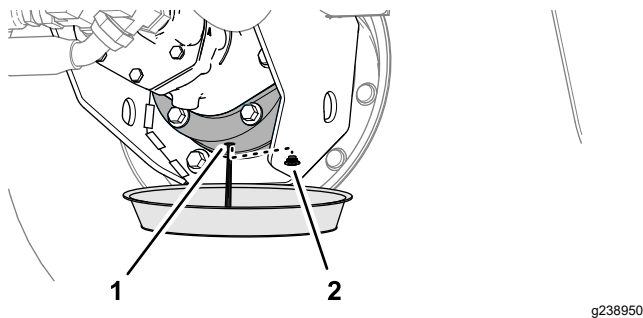

图 91
- 将放油盘放在制动器箱下面取出排油塞让润滑油完全排出图 91。